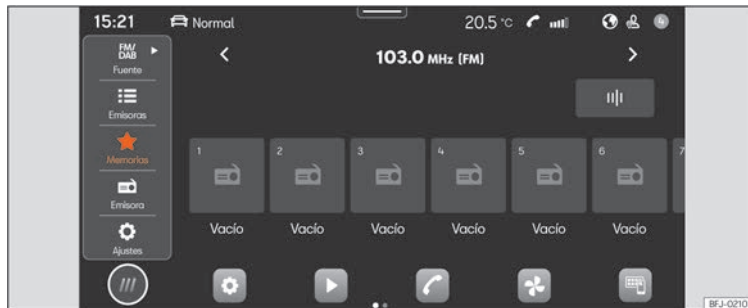

Fig. 137 Representación esquemática: Vista Radio.
- Pulse **HOME** > >>> **fig. 137**.